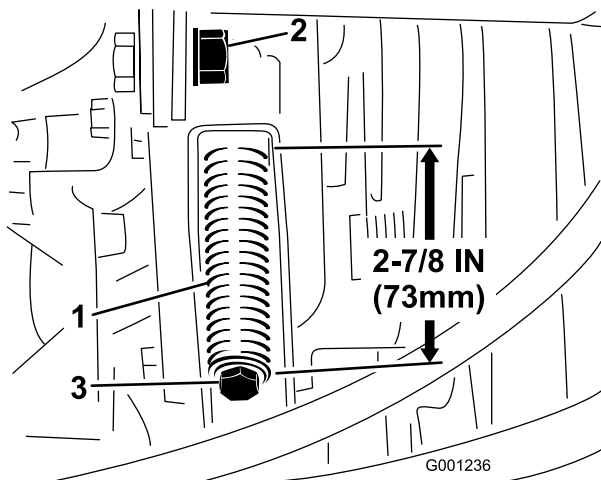

Figura 78
3. Allentate il controdamo dell'asta tendicinghia (Figura 78).
4. Stringete o allentate la molla tendicinghia (Figura 78) utilizzando una chiave da 1/2" (13 mm). Regolate la lunghezza della molla a 73 mm.
4. Allentate completamente la molla tendicinghia (Figura 78) utilizzando una chiave da 1/2" (13 mm).